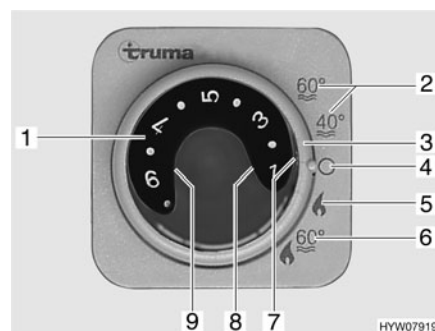

Fig. 155 Unité de commande pour chauffage/chauffe-eau
- Régler le mode de régime à l'aide de l'interrupteur tournant (Fig. 155,3).
Le chauffage règle le degré d'allumage automatiquement en fonction de la température ambiante requise. Une fois que la température ambiante désirée est atteinte, le brûleur s'éteint. La température intérieure est mesurée avec la sonde de température qui se trouve à côté du panneau de contrôle. En mode "Chauffage et chauffe-eau" (Fig. 155,6) l'eau est également chauffée dans le chauffe-eau. Il est possible de faire fonctionner le chauffage en mode "Chauffage sans chauffe-eau" (Fig. 155,5) et le chauffe-eau vide.
- Régler le bouton tournant de température (Fig. 155,1) de l'unité de commande sur la température de chauffage désirée.
- Régler l'interrupteur tournant (Fig. 155,3) en régime hiver "Chauffage sans chauffe-eau" (Fig. 155,5) ou en régime hiver "Chauffage et chauffe-eau" (Fig. 155,6).
Le voyant de contrôle vert (Fig. 155,7) s'allume.
- Régler l'interrupteur tournant (Fig. 155,3) sur "O" (Fig. 155,4).
La combinaison régime au gaz et régime électrique 230 V permet de raccourcir la période de chauffage (uniquement possible lorsque le chauffage sur l'unité de commande (Fig. 155) est réglé sur régime hiver).